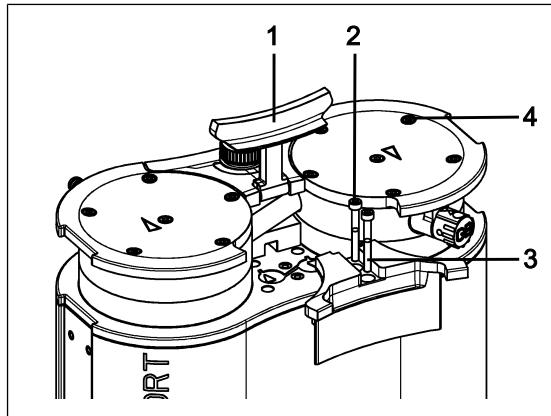

Abb.8: Blende abmontieren
1. Stellen Sie den Griff (1/Abb. 8) in eine senkrechte Position.
2. Lösen Sie die Schrauben (2/Abb. 8) der Blende (3/Abb. 8).
3. Entfernen Sie die Blende (3/Abb. 8).
4. Lösen Sie die außenliegenden Kopfschrauben (4/Abb. 8).
2. Lösen Sie die außenliegende Schrauben (**4**/Abb. 8) von den Pumpenköpfen.
3. Setzen Sie die Zwischenplatte (6) mit Ventilplatten/Dichtungen (4) entsprechend dem Bleistiftstrich auf die Aufnahme.
4. Setzen Sie den Kopfdeckel (3) entsprechend Passstift (5) auf die Zwischenplatte (6).
5. Setzen Sie die Druckplatte (2) entsprechend Bleistiftstrich auf den Kopfdeckel.
7. Ziehen Sie die Schraube (1) in der Mitte der Druckplatte fest (Anziehmoment: 1 Nm).
9. Setzen Sie die Pumpenköpfe (bestehend aus Kopfdeckel (3), Zwischenplatte (6) mit Ventilplatten/Dichtungen (4) und Druckplatte (2)) zusammen mit dem Verschaltungsrohr entsprechend dem Bleistiftstrich auf das Pumpengehäuse.
10. Montieren Sie die Griffblende (3/Abb. 8).
11. Ziehen Sie die Schrauben (2/Abb. 8) der Griffblende (3/Abb. 8) an (Anziehmoment: 2 Nm).